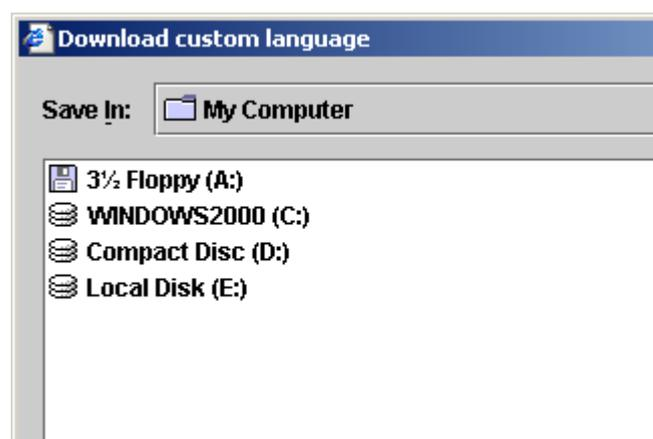

Рис. 39 Скачивание файла языка, задаваемого пользователем
**Скачивание файла языка, задаваемого пользователем** - сохранение текущего языка системы на ПК. Выполняется открытие данного файла и добавление пользовательского языка в столбец В файла приложения Excel. См. Рис. 39.